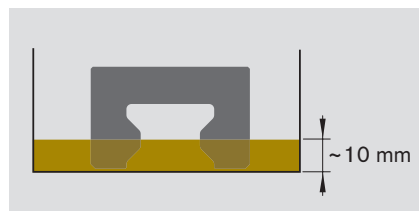

Figura 2
colocar la unidad de lubricación adicional durante apróx. 36 horas en un recipiente con 10 mm de altura de aceite (véase la figura 2).
- En la unidad de lubricación adicional tamaño 20, bajo, **no** es posible una relubricación a través de la conexión de lubricación (véase figura 2).